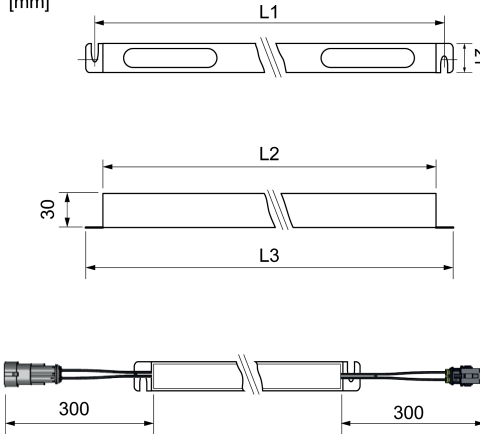

Bild 3: Maßzeichnung [mm]
- In der Nut Bohrungen für die Befestigung der Leuchten vorbereiten. Für den Abstand der Bohrungen Maßzeichnung beachten (Bild 3).